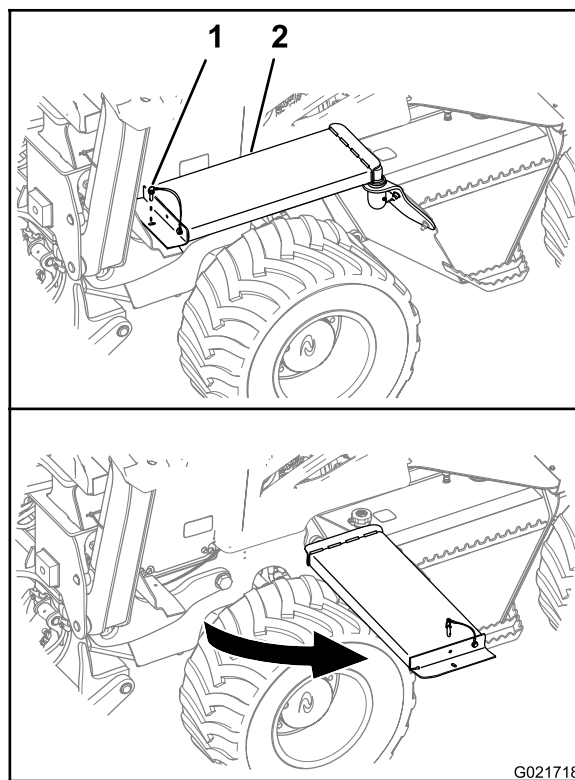

Bild 35
- A. Nehmen Sie an der linken Seite der Maschine den Haltering vom vorderen Ende des Durchgangs ab (Bild 35).
- B. Drehen Sie den Durchgang von der Maschine weg, wie in Bild 35 abgebildet.
- A. Drehen Sie das vordere Ende des Durchgangs auf die Ausgangsstellung (Bild 35).
- B. Fluchten Sie das Loch im Durchgang mit dem Loch in der Stützhalterung für den Durchgang aus (Bild 35).